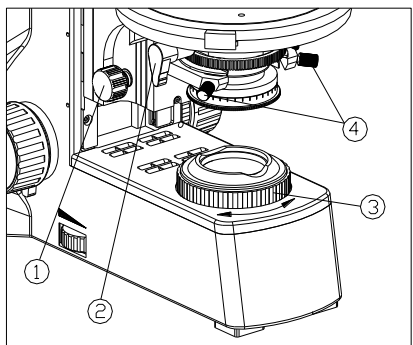

图 23
- (1) 转动聚光镜升降手轮①，将聚光镜升到最高位置。
- (2) 拨动扳手②，将前透镜摇入光路。（如图 23）
- (3) 将 20X 物镜转入光路，并对标本进行对焦。
- (4) 旋转视场光阑调节环③，将视场光阑开到最小位置。此时，在目镜中能看到视场光阑的成像。
- (5) 转动聚光镜升降手轮，将视场光阑的图像调至最清晰。
转动视场光阑调节环③，顺时针转动，视场光阑变大，逆时针转动，视场光阑变小。(如图 23)